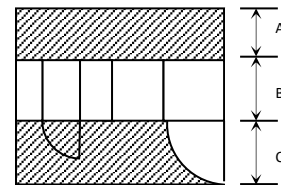

Figura 1. AREAS DE SERVICIO
- Las áreas de servicio para la instalación correcta de la máquina, deben tener las dimensiones que aparecen en la figura 1.
Para ubicar la Unidad Manejadora, tenga en cuenta dejar un área suficiente para hacer servicio. Recuerde que el serpentín, los filtros y otros componentes, pueden requerir mantenimiento periódico. Las dimensiones puede encontrarlas en la Tabla 1, usando la Figura 1.